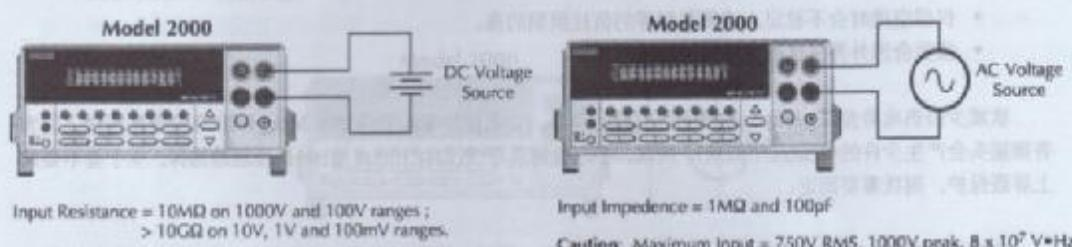

图2—4 直流与交流电压测量
- (1)将测试线连接于INPUT HI和LO端，不论是以前面板或后面板输入皆可(但INPUTS钮需置于相对应的
- (2)按下【DCV】或【ACV】来选择测量直流电压或交流电压功能。
- (3)按【AUTO】来启动或停止自动量程功能。当您启动此功能时,请注意显示屏上AUTO的灯号会亮起。如果想改为手动设定时,则利用【▲】和【▼】来选择一个符合条件的量程。
- (4)将测试导线如图2—4连接。
- (5)显示屏如果出现“OVERFLOW”时,则利用【▲】来选择更高一层的量程,直到显示出正常读数为止(或按【AUTO】选择自动量程)。为了有最佳的分辨率,尽可能将电压设定在最低的量程。
- (6)读取显示屏上的读数。